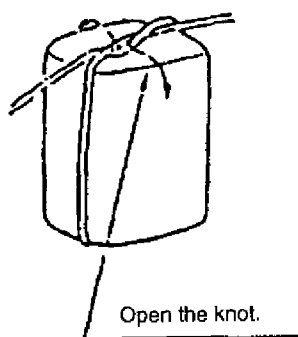

Fig. 3-49-1
- f. Cylindrical Can (Fig. 3-49-1, 2, 3)